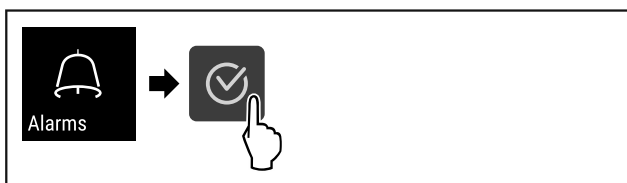

Fig. 106
- ▶ Genomför handlingsstegen (se Fig. 106).